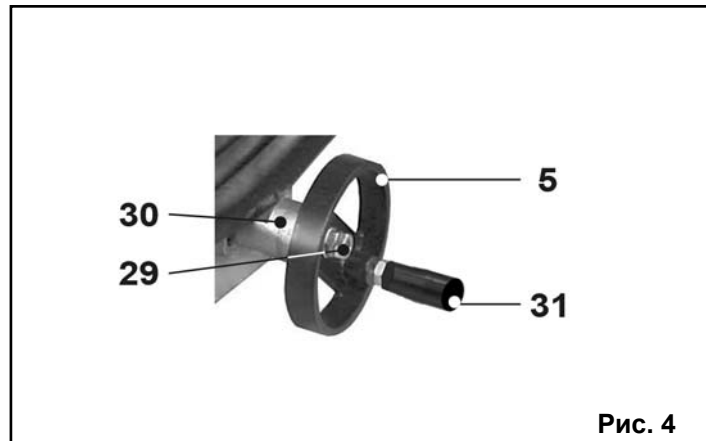

Рис. 4
8.2. Сборка маховиков (Рис. 4)